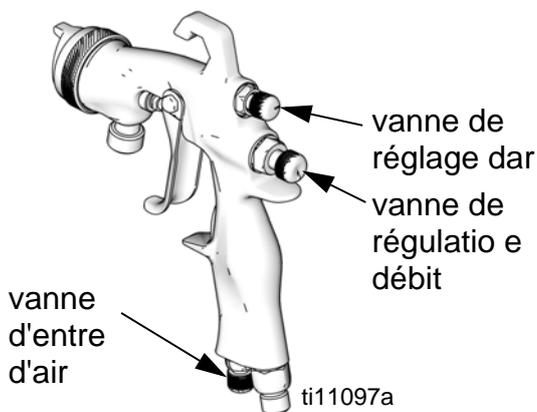

FIG. 3
2. Pour obtenir un jet maximum en éventail, ouvrir la vanne de régulation en tournant le bouton à fond dans le sens anti-horaire. Voir la FIG. 3.
3. Pour obtenir un jet rond, couper l'air en tournant le bouton de réglage du jet à fond dans le sens horaire. Voir la FIG. 3.
9. Pour améliorer l'atomisation, diminuer le débit de produit. En augmentant la pression d'air, on peut améliorer l'atomisation, mais cela peut avoir pour effet de nuire à l'efficacité de transfert (TE) ou d'entraîner un fonctionnement non conforme.